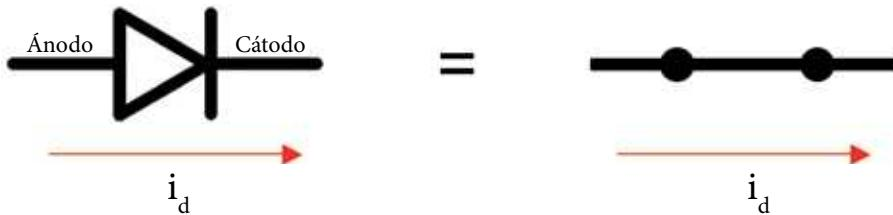

Figura 2. Diodo en polarización directa. Imágenes obtenidas del software Fritzing
**Polarización directa.** Cuando la corriente eléctrica ( $i_d$ ) circula por el diodo en sentido directo, como se muestra en la figura 2, es decir, del ánodo al cátodo, siguiendo la ruta de la flecha (la del diodo). En este caso la corriente atraviesa el diodo comportándose prácticamente como un corto circuito, entonces el diodo conduce.